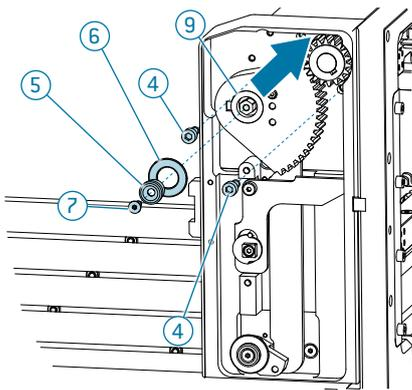

Abb.191
- ▶ Lösen Sie die Befestigungsschrauben der Abdeckung ③ (Innensechskant SW 2,5).
- ▶ Nehmen Sie die Abdeckung der Seitenwanne ② ab.
- ▶ Entfernen Sie die Befestigungsschrauben ④ des Motors und schieben Sie den Motor nach hinten bis die Zahnräder nicht mehr im Eingriff sind\*
- ▶ Entfernen Sie die Abdeckung ⑤ und die Unterlegscheibe ⑥ mit der Schraube ⑦ (Innensechskant SW 2,5).
- ▶ Setzen Sie den Steckschlüssel SW8 ① auf den nun freiliegenden Sechskant der Verriegelungswelle ⑨ auf.
- ▶ Zum Entriegeln des Receivers drehen Sie den Steckschlüssel gegen den Uhrzeigersinn, bis das System ⑧ vollständig entriegelt ist, siehe unterste Abbildung.
- ▶ Nach dem Entfernen des Adapters (ITA) bringen Sie den Steckschlüssel SW8 ① wieder in Ausgangsstellung und bauen alles wieder in umgekehrter Reihenfolge zusammen (Abb. 191).